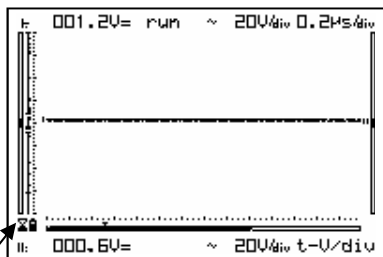

Fig 20
- ☞ Auto power-off is only activate when the device runs on batteries, as indicated by the hourglass (**fig. 20**).
- ☞ De auto power-off functie werkt enkel wanneer het toestel op batterijen werkt, zoals aangegeven door het zandloperkje (fig. 20).
- ☞ La fonction de désactivation automatique marche uniquement lorsque l'appareil est alimenté par le pack d'accus, comme indiqué par le sablier (fig. 20).